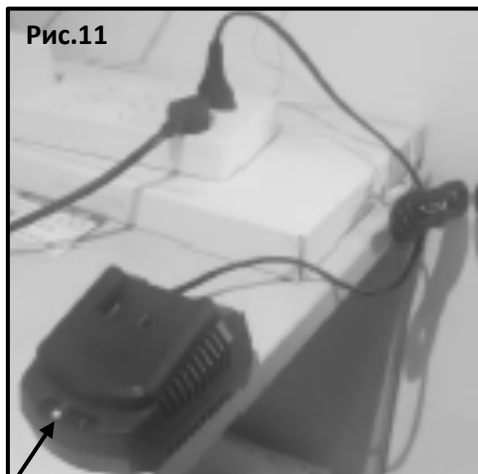

Рис.11
- Подключите зарядное устройство к надлежащему источнику питания пер. тока. Загорится немигающий **ЗЕЛЕНЫЙ** индикатор, указывающий, что зарядное устройство подключено к надлежащему источнику питания (Рис.11).